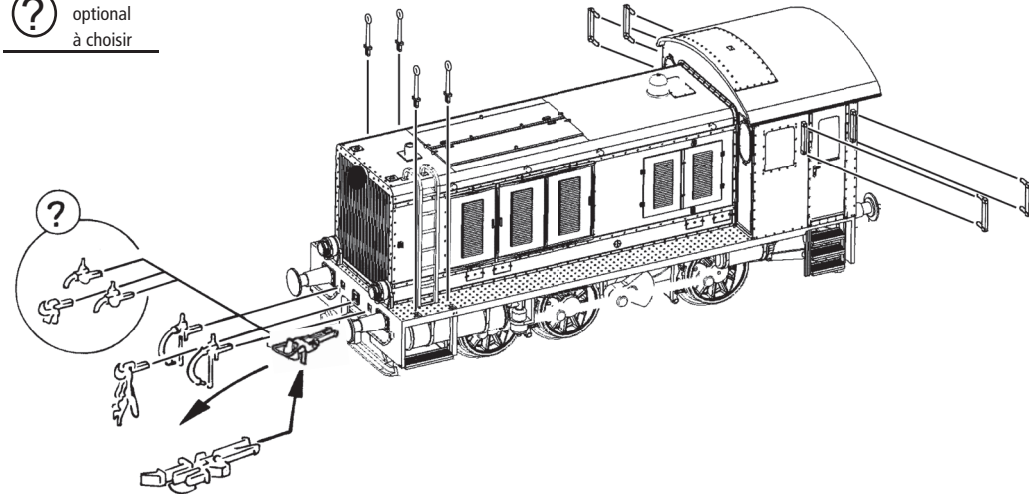

Fig. 3
**1. Reinigung der Radstromkontakte:** Radstromkontakte können auf unsauberen Schienen leicht verschmutzen. Entfernen Sie **vorsichtig** mit einem kleinen Pinsel **den Schmutz** an den in Fig. 3 gekennzeichneten Stellen.
**1. Cleaning of wheel contacts:** Wheel contacts easily get dirty on tracks which are not entirely clean. Use a small brush to **remove dirt** from spots marked in fig. 3.
**1. Nettoyage des lames de courant aux roues:** Les lames de contacts risquent de s'encrasser rapidement sur des voies poussiéreuses. Veuillez **enlever la poussière** aux endroits marqués à la fig. 3 à l'aide d'un petit pinceau souple.